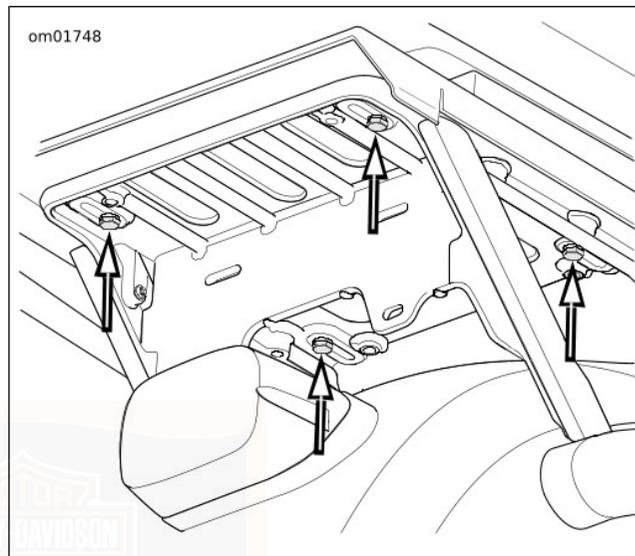

Figure 45. Vis de support du Tour-Pak (modèles APC)
1. Voir Figure 45 . Retirer les quatre écrous qui fixent l'attache du Tour-Pak au support.